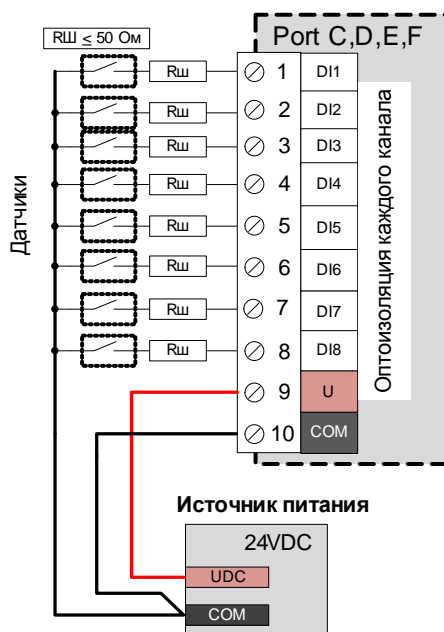

Рисунок 2 – Схема подключения датчиков
1.4 Датчик подключается между входом контроллера и общим проводом питания датчиков (рисунок 2).